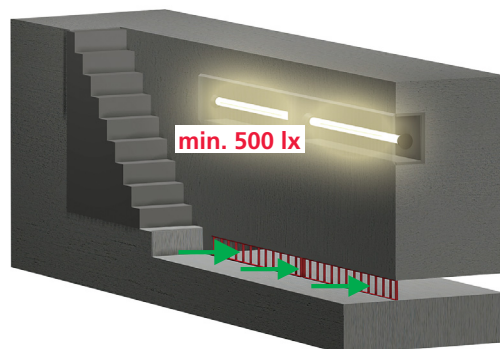

Figura 8
- 19** Le luci elettriche garantiscono un'illuminazione sufficiente all'interno della fossa (500 lx)? (Figura 8)